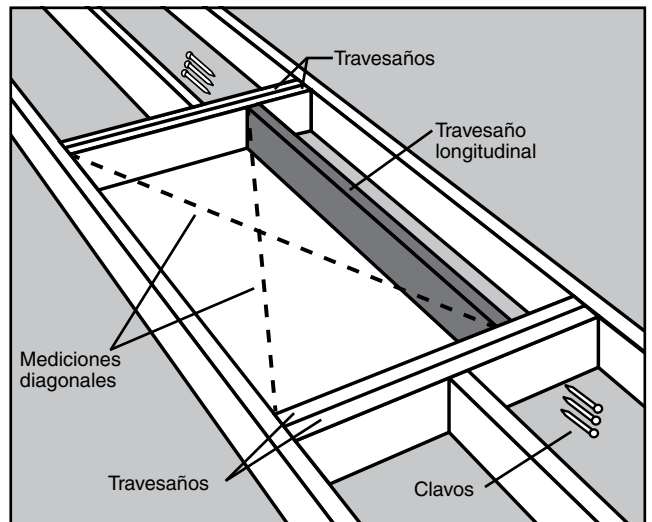

FIGURA 18
PASO 4. Posicione el travesaño(s) longitudinal a lo largo del lado(s) sin marco de su ubicación (Vea la Figura 18). Verifique que las dimensiones interiores del marco son 22-1/2" x 54" (W2208, W2210 y WU2210) ó 25" x 54" (W2508 y W2510).
PASO 5. Para sujetar el travesaño(s) longitudinal a los travesaños, utilice clavos que sean lo suficientemente largos para atravesar ambos travesaños y dentro del travesaño longitudinal en al menos 1 pulgada. Coloque en ángulo recto el travesaño(s) longitudinal en los travesaños, en un extremo, y clave (3) clavos 16d a través de los travesaños y dentro del travesaño longitudinal.
Revise en cuanto a ángulo recto, luego clave el otro extremo. Revise la abertura preliminar en cuanto a ángulo recto midiendo transversalmente las diagonales. **Las dos mediciones no deben diferir en más de 1/8" para considerarse en ángulo recto** (Véase la Figura 18).